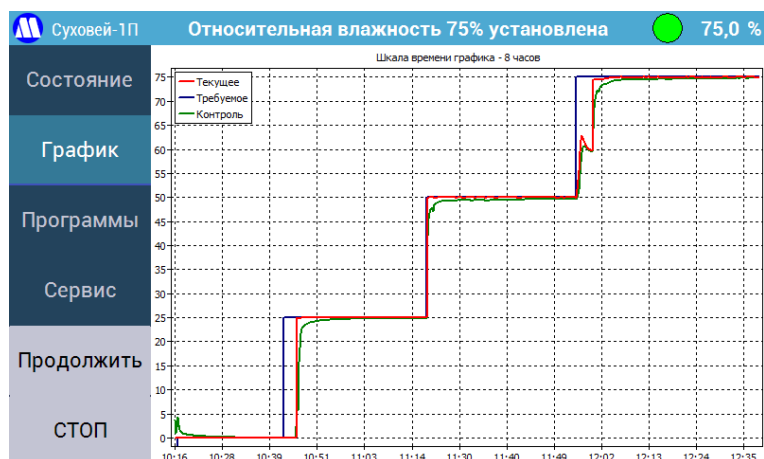

Рисунок 26 – Процесс установки нескольких значений относительной влажности на графике.
8.2.9. Процесс изменения относительной влажности в измерительной камере можно наблюдать в графической форме, нажав на кнопку «График» в основном меню. В этом режиме на дисплее в графической форме выводятся графики зависимости требуемого (синий), заданного (красный) и измеренного контрольным датчиком (зеленый) значений относительной влажности от времени (см. Рисунок 26). Переключить масштаб графиков по оси X можно, либо нажимая на область графиков (по возрастанию), либо нажимая на кнопку «График» (по убыванию), либо в меню «Настройки отображения» - см. п.7.2.10.1). Перерисовка графика в соответствии с новой шкалой произойдет при очередном опросе генератора (обычно не более 2 секунд). Масштаб графиков по оси Y выбирается автоматически.
8.2.13. В процессе перехода между требуемыми значениями относительной влажности, показания генератора могут меняться нелинейно (см. Рисунок 26 – переход от точки 50% к точке 75%). Это нормально и происходит из-за того, что сначала происходит установка температуры конденсационной камеры (с допустимым перерегулированием), затем установка требуемого давления в насытителе.